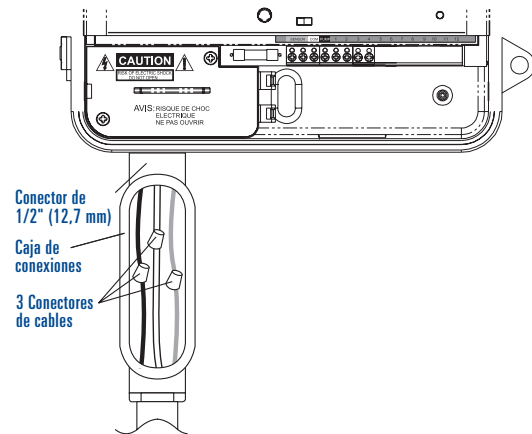

Figura 15: uso de una caja de conexiones
- Conecte la caja de conexiones y un conector de $\frac{3}{4}$ " (19 mm) al temporizador (no se incluye la caja de conexiones ni el conector). [Ver Figura 15]